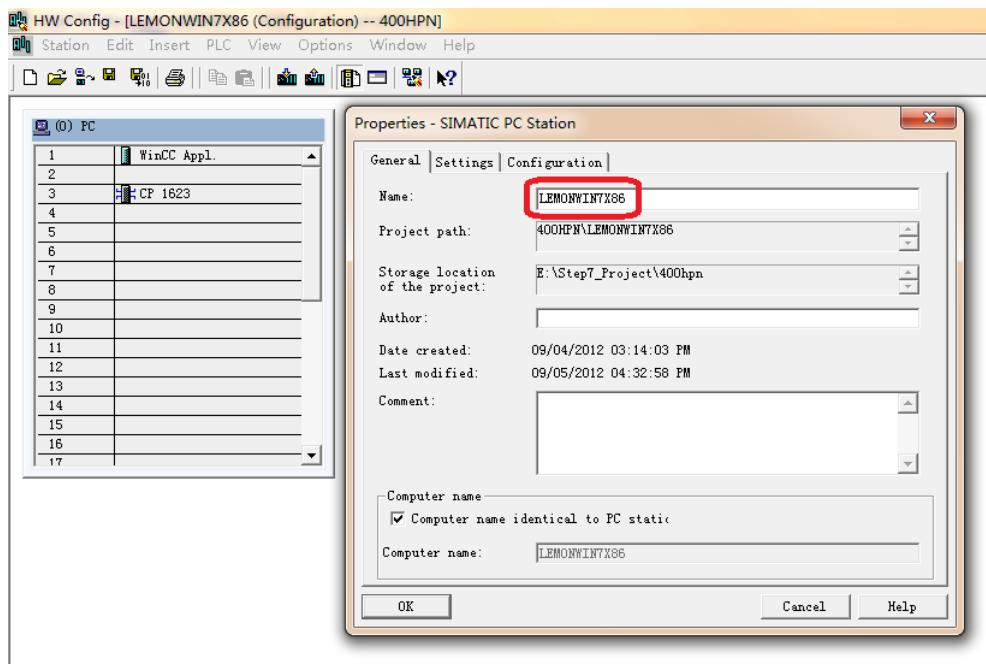

图 3
(A) 创建 SIMATIC PC Station, 分配 OS 站计算机名称, 如图 3 所示。